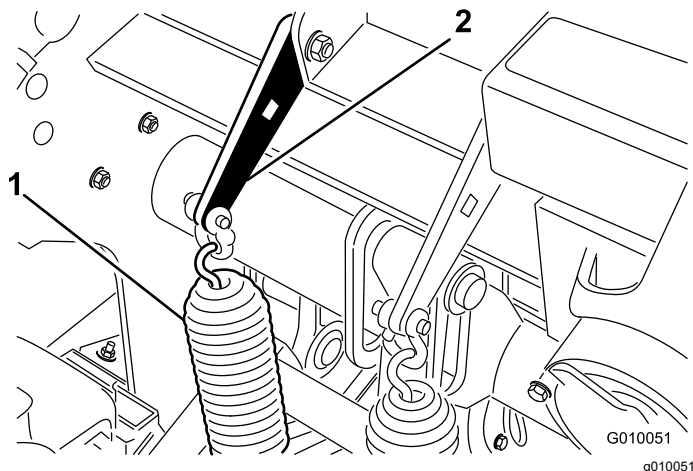

図 27
2. スプリングブラケットをコアリングヘッドに固定しているキャリッジボルトのナットをゆるめる 図 27。ナットは外さないこと。